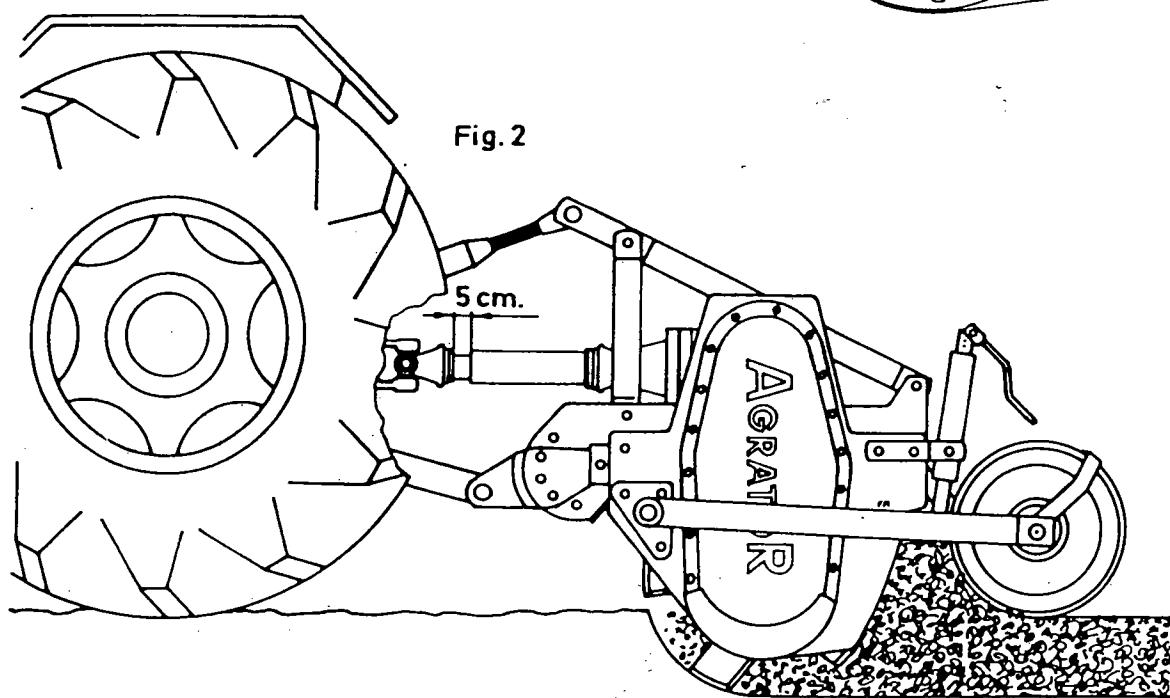

Fig. 2
- B) El grupo o caja central de piñones se llenará con VALVULINA SAE 90. Para ello basta con aflojar el tapón roscado, procediendo al llenado hasta que comience la salida por la boca inferior. Cabida aproximada : 2 litros. Fig.2.
- C) La transmisión lateral de engranes situada al lado izquierdo, lleva dos tapones roscados, uno arriba y otro en la parte inferior. Para llenar con VALVULINA SAE 90 se sueltan ambos, procediendo al llenado por el de arriba hasta que comience la salida por la boca inferior. (Cabida aproximada: 2 litros.). Fig. 2